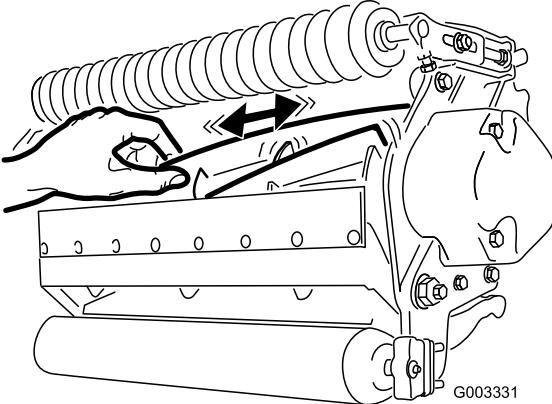

Figura 28
2. Utilizzando uno straccio o un guanto ben imbottito, bloccate la lama del cilindro e tentate di spostare il gruppo cilindro da lato a lato (Figura 28).